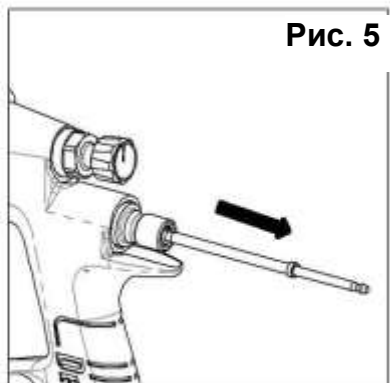

Рис. 5
4. Извлеките жидкостную иглу (24). (См. рис. 5).